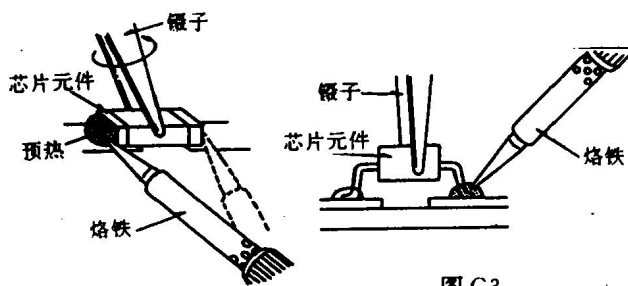

图 G2
- (1) 预热芯片元件一边的焊接部分并用镊子捏住它 (图 G2)。
- (2) 熔下被预热的部分, 然后立即熔下焊接部分的另一边并同时用镊子取下。